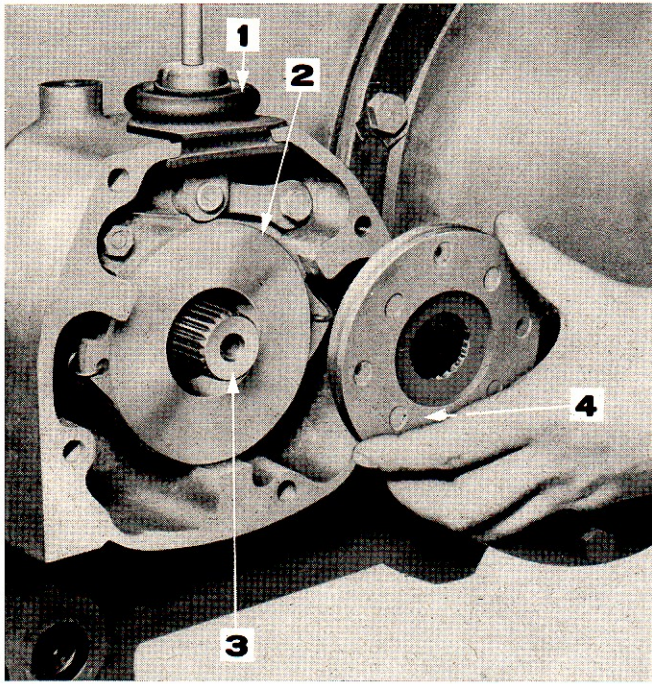

Figure 36: Dépose des disques de frein
4. Déposer le disque de friction extérieur, le moyeu de commande (avec son soufflet de caoutchouc) et le disque de friction intérieur (Figure 36).